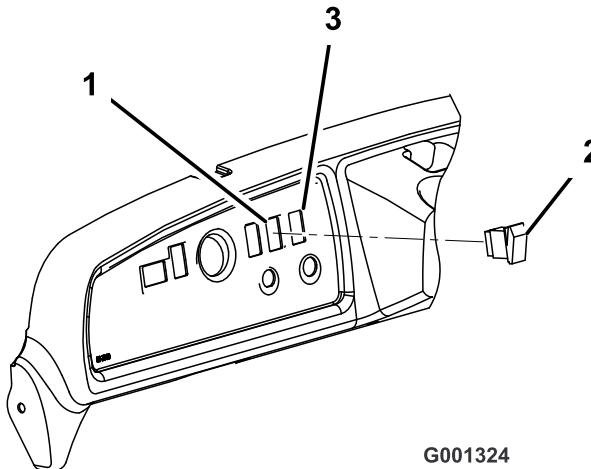

図 7
2. ダッシュボード上の打ち抜きプラグステアリングタワーよりも右側、キースイッチの上面にあるものを打ち抜いて外す図 7。
5. 荷台昇降スイッチの上パドルを押してアクチュエータを伸ばす図7。
6. 上パドルが12位置になるようにして、荷台昇降スイッチをダッシュボードの穴に取り付ける図7。